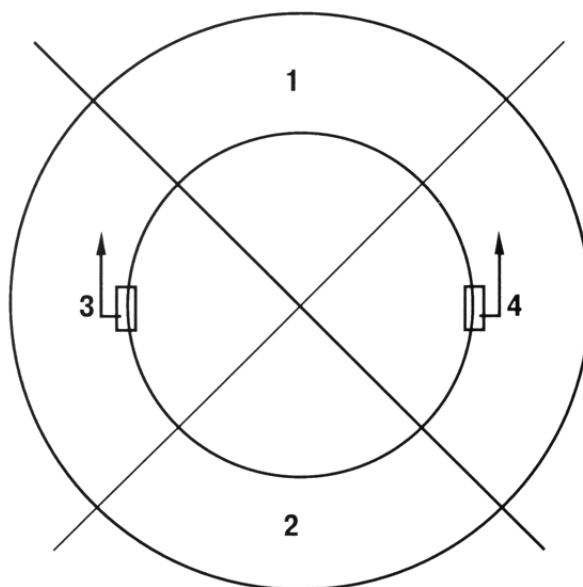

Рис. 3
12.5. Определите в какой зоне находится установленный по п. 12.1 груз (см. рис. 3). Если он находится в зоне 1, замените его более тяжелым. Если груз находится в зоне 2, замените его более легким. Если он расположен в зонах 3 или 4 – передвиньте его вверх на 2-4 см, как показано на рис. 3.